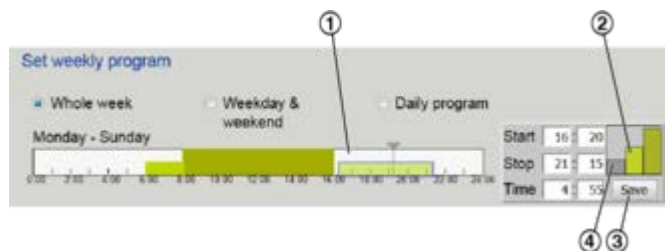

Fig. 40: Ajuste de los tiempos de funcionamiento
- ▶ Para establecer un nuevo temporizador (período de tiempo), primero haga clic en el área blanca (Fig. 40 /1), luego seleccione la velocidad del ventilador (velocidad baja o velocidad alta) (Fig. 40 /2). Introduzca las horas de inicio y parada con el teclado, o mueva la barra con el ratón. Finalice la entrada con Guardar (Fig. 40 /3).
Para cambiar un temporizador, marque el periodo con el ratón y cámbielo. Tras el cambio, finalice la entrada con Guardar (Fig. 40 /3).
Para borrar un temporizador, márkelo con el ratón y seleccione «Stop» (barra gris - Fig. 40 /4), esto borra el temporizador.